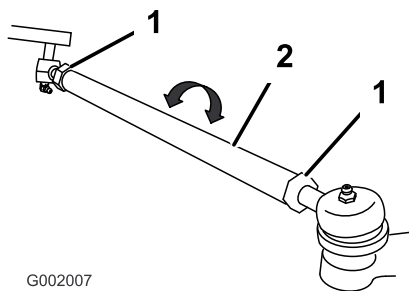

Figure 34
5. Si les mesures sont hors spécifications, desserrez les écrous de blocage aux deux extrémités des biellettes (Figure 34).